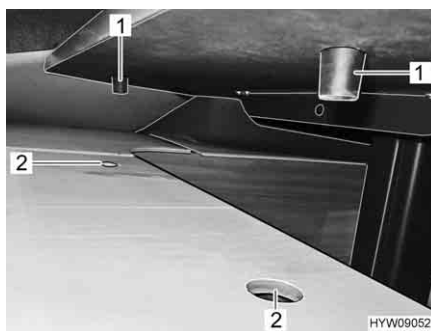

Fig. 55 Fissaggio del piano del tavolo
- Inserire i perni (Fig. 55,1) sul lato inferiore del tavolo nelle rientranze (Fig. 55,2) dello sportello del sedile.